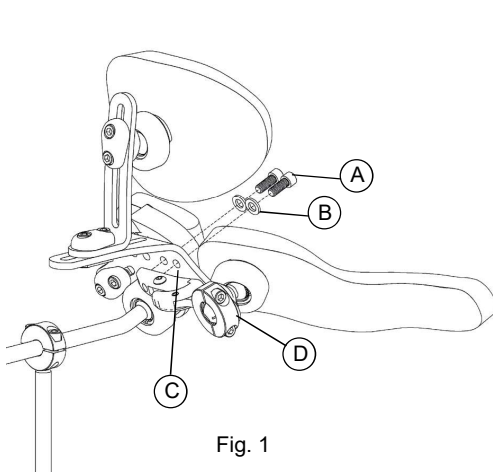

Fig. 1
1. Fixez les supports latéraux escamotables (Fig. 1, D) à l'ensemble de la base inférieure S.O.F.T. (Fig. 1, C) en utilisant les boulons (Fig. 1, A) et les rondelles (Fig. 1, B). Serrez bien les boulons.